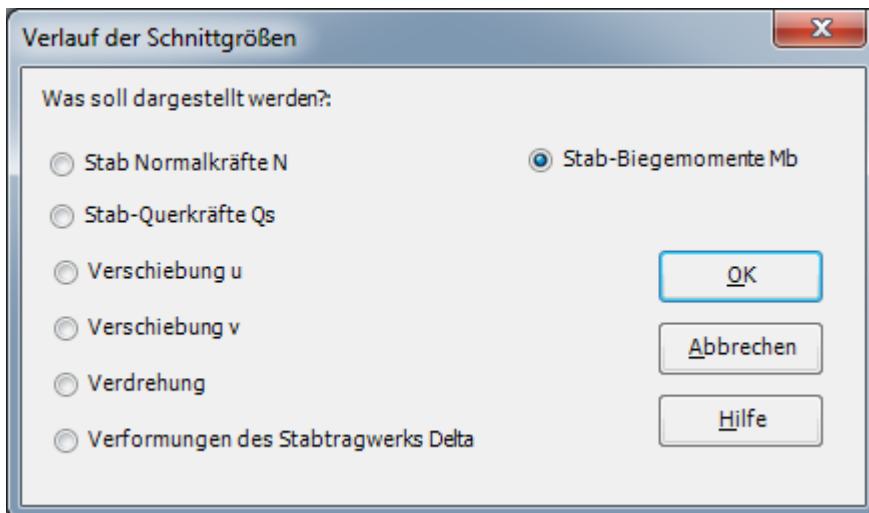

Bild 7.39 Optionsfeld "Verlauf der Schnittgrößen (in der Ebene)"
- Wählen Sie "Stäbe" und dann "Verlauf der Schnittgrößen (in der Ebene)" aus der Registerkarte "Ergebnisse". Das folgende Optionsfeld im Bild 7.39 erscheint